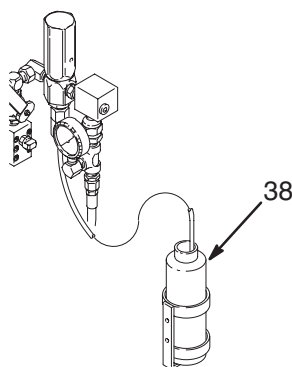

Abb. 16
Spülschlauch und Flasche (38) daher zu Beginn jeder Schicht sowie immer dann überprüfen, wenn es zu einem falschen Mischverhältnis beim Material kommt, da das automatische Druckentlastungsventil möglicherweise Material in die Flaschen abgegeben hat. Schlauch und Flasche bei Bedarf reinigen. Regelmäßig den Spülschlauch auf Schnitte, Löcher oder Ausbuchtungen überprüfen und beschädigte Teile vor Verwendung des Systems austauschen. Siehe Abb. 16.